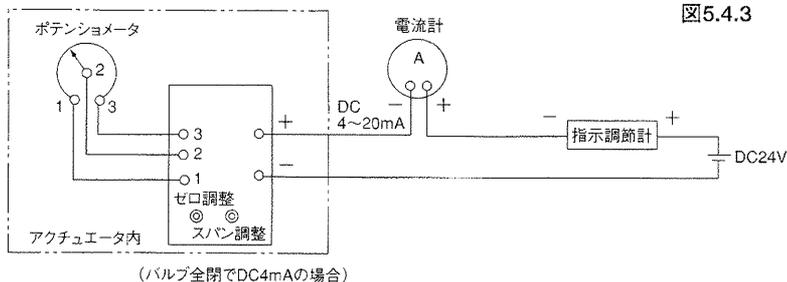

図5.4.4
- 直流電流計、DC24V電源を、RCC420の出力信号線(+、-)の端子台に接続します。接続方法は図5.4.4を参照してください。